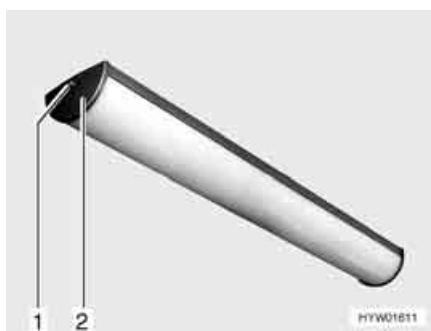

Fig. 248 Plafoniera del vano abitabile
- Svitare la vite (Fig. 248,1) e smontare la copertura (Fig. 248,2).